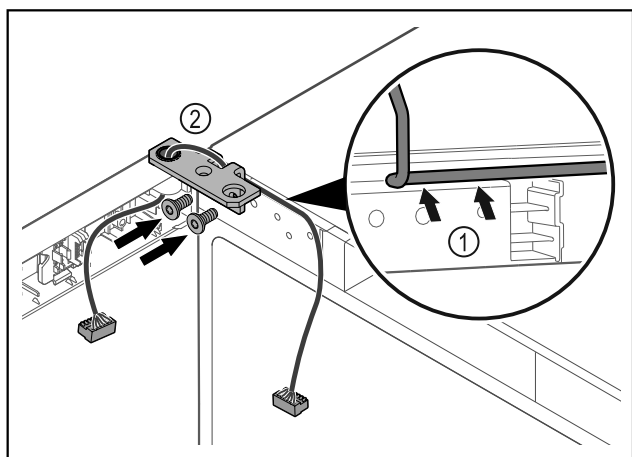

Fig. 62
- ▶ Før kablen forsiktig gjennom åpningen i hengselvinkelen, og legg den omhyggelig på plass Fig. 62 (1).
- ▶ Skru på hengselvinkelen Fig. 62 (2).